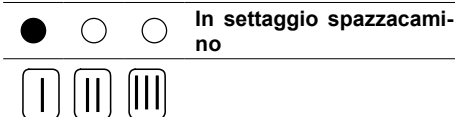

Figura 9.14
- Per settare la funzione spazzacamino le spie di segnalazione 29 devono essere visualizzate come in Figura 9.14 (legenda spie a pag. 14)
La funzione spazzacamino può essere setata anche dal comando remoto agendo come di seguito, mentre il settaggio della massima potenza di riscaldamento deve essere fatta con la manopola regolazione sanitaria 28 in Figura 9.14.